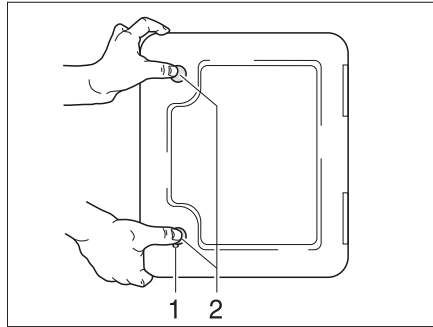

Fig. 150 Portillon pour cassette Thetford
Le portillon pour la cassette Thetford (Fig. 150) se trouve à l'extérieur du véhicule.
- Insérer la clé dans le barillet du verrou à pression (Fig. 150,1) et la tourner d'un quart de tour dans le sens des aiguilles d'une montre.
- Appuyer du pouce et simultanément sur les deux verrous de pression (Fig. 150,2) et ouvrir le portillon pour la cassette Thetford.